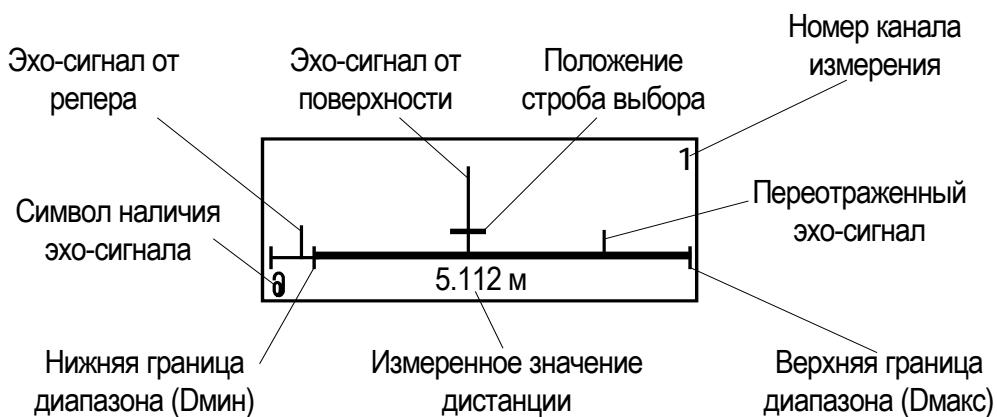

Рис. 4. Вид окна РАЗВЕРТКА.
- 2.4.1.8. В расходомере предусмотрена возможность индикации в графической форме регистрируемых сигналов, попадающих в заданный диапазон измерений. Сигналы отображаются в окне **РАЗВЕРТКА** (**Настройка / Параметры объекта / Развертка**) в порядке прихода по времени (рис.4).